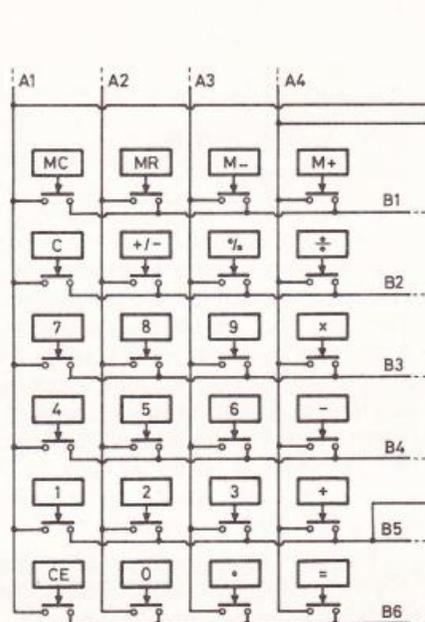

Fig. 8.
**figure 8.** Ce circuit se trouve relié au reste de la calculatrice par 10 fils, soit 4 fils de colonnes, A1 à A4, et 6 fils de lignes, B1 à B6.
Il n'est pas toujours facile de suivre les liaisons sur la platine des touches, mais on peut se rendre compte de l'identité des connexions à l'entrée de cette platine, quand on observe les résultats qui sont consécutifs à une liaison, par un morceau de fil, entre deux de ces connexions. Par exemple, on relie une connexion qu'on suppose du type « colonne » à une qui semble appartenir au groupe des « lignes ». et on voit que le chiffre « 5 » entre en affichage. On sait alors qu'on a relié A2 avec B4. En continuant ainsi, on arrive peu à peu à identifier toutes les connexions, même si elles sont plus nombreuses ou disposées autrement que dans la figure 8.
Le schéma de la figure 8 montre que deux transistors MOS se trouvent connectés respectivement sur les touches « 1 » et « + ». Il est facile de deviner qu'il s'agit d'une application du type comptage. Dans les circuits de gate de T1 et T2, on trouve deux phototransistors, PT1 et PT2, et qui sont montés de façon que l'éclairage de l'un de ces phototransistors soit équivalent à la manœuvre de la touche correspondante.
au transistor MOS, il paraît plus important de signaler qu'une calculatrice alimentée sous 9 V, comme celle de la figure 8, s'y trouve particulièrement bien adaptée. Cela n'empêche qu'un fonctionnement avec deux sources d'alimentation est également possible, une de 3 V, par exemple, pour la calculatrice, et une de 6 ou 9 V pour le circuit de commande des transistors. Comme c'est le négatif qui doit être commun aux deux sources, on peut obtenir, par exemple, 9 V pour le circuit de commande en ajoutant 6 V aux 3 V de la calculatrice.
Dans la figure 8, T1 et T2 se trouvent connectés avec leurs sources sur des fils « colonne » (A), et avec leurs drains sur des fils « ligne » (B). Dans le cas de la calculatrice utilisée, le sens contraire n'était pas possible, car il y avait alors conduction permanente par la diode de substrat. Bien entendu, il n'en sera pas nécessairement ainsi pour toute calculatrice du commerce. Pour s'en rendre compte, il suffit de connecter brièvement une diode (1 N 4148 ou similaire) entre un fil « colonne » et un fil « ligne », par exemple entre A3 et B3, ce qui correspond au chiffre 9 dans la figure 8. Si cette diode se trouve connectée comme cela est indiqué dans la figure 9, deux hypothèses sont possibles : Ou elle est sans effet, et alors on peut utiliser le montage de la figure 8 sans modification, ou on constate que le fait de la connecter et de la déconnecter fait entrer un chiffre dans l'affichage, et alors il suffit d'intervertir, dans la figure 8, les connexions « drain » et « source » des deux transistors MOS.